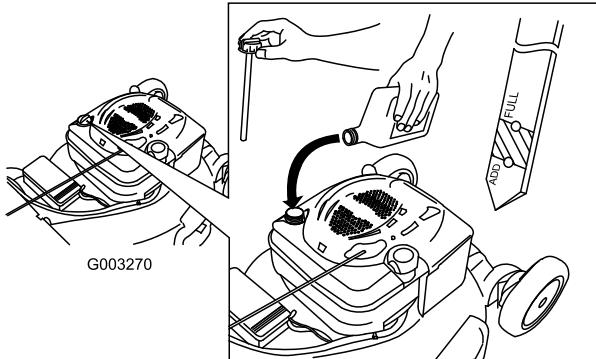

Рисунок 39
4. **Медленно** залейте масло в маслозаливную горловину до тех пор, пока его уровень не достигнет отметки **Full** («Полный») на шупе (Рисунок 39). **Не допускайте переполнения картера.** Макс. объем масла: 0,59 л, тип: автомобильное моющее масло (SAE 30), имеющее классификацию API: SF, SG, SH, SJ, SL и выше.